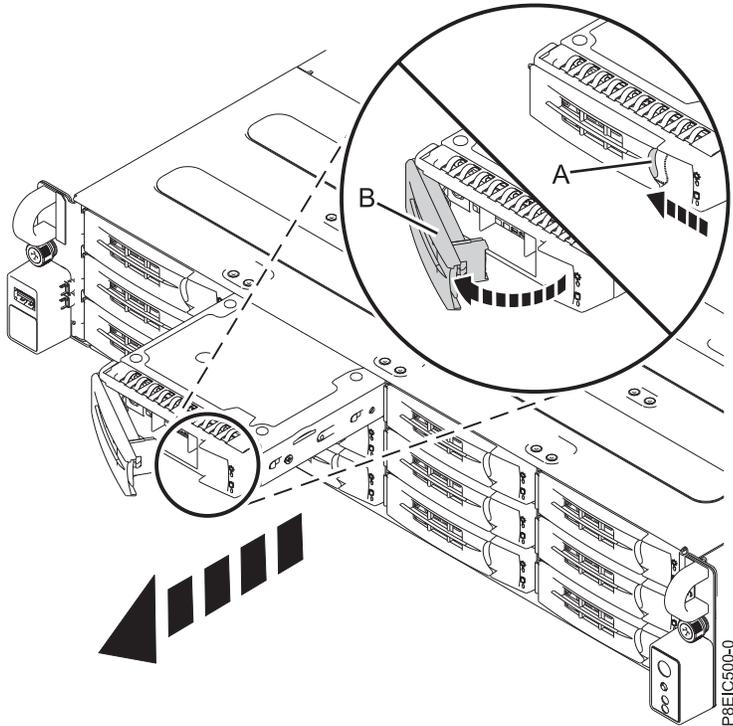

Figura 1. Extracción de una bandeja de unidad frontal
4. Desbloquee el asa de la bandeja de la unidad empujando el pestillo (A) en la dirección indicada. El asa (B) se desencaja saliendo hacia usted. Si el asa no queda totalmente hacia fuera, la bandeja de la unidad no se desliza fuera del sistema, tal como se indica en Figura 1 en la página 4.